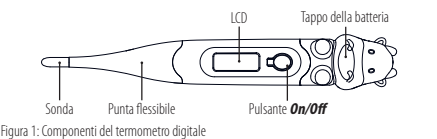

Figura 1: Componenti del termometro digitale
- Premere il pulsante *On/Off* vicino al display LCD nella Figura 1. Verrà emesso un segnale acustico mentre lo schermo mostra **188.8°C**, seguito dall'ultima temperatura registrata. Dopo aver mostrato la temperatura dell'autotest, il termometro è ora in modalità di test.